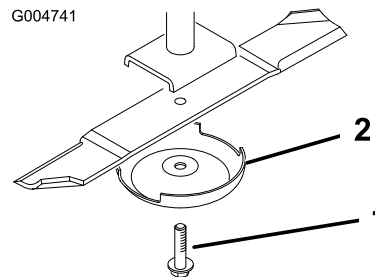

Figure 91
2. Tenez la lame à son extrémité avec un chiffon ou un gant épais. Enlevez le boulon, la coupelle de protection et la lame de l'axe de pivot (Figure 91).